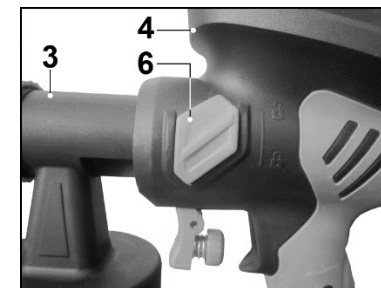

Рис. 3.
7.1. Сборка краскопульта (Рис. 3)
7.1.1. Поместите распылитель (3) в корпус компрессора (4), и зафиксируйте в этом положении двумя фиксаторами (6) как показано на Рис.3.